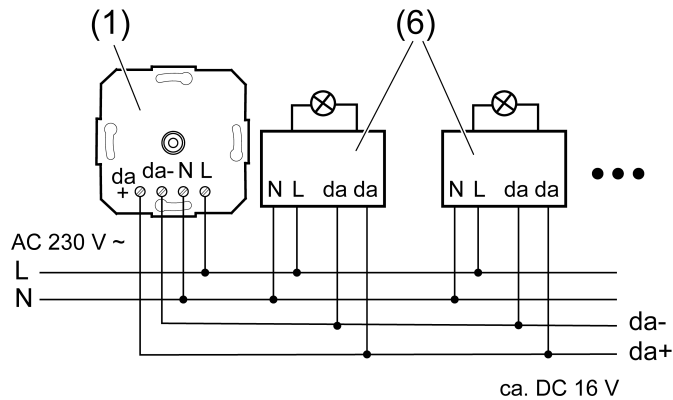
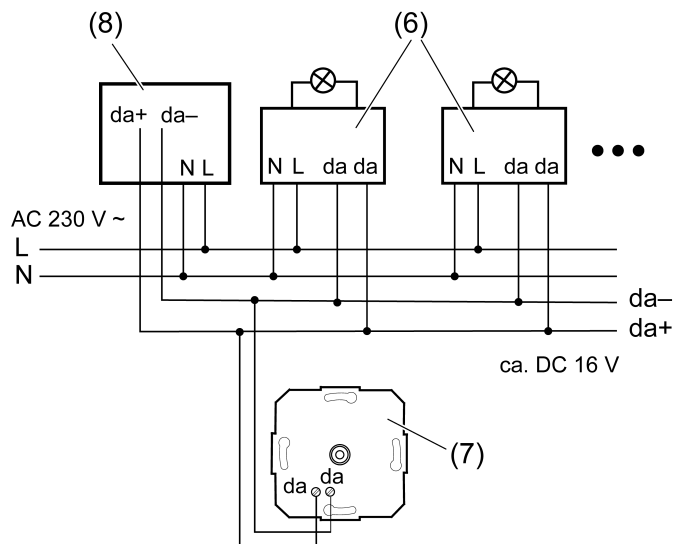
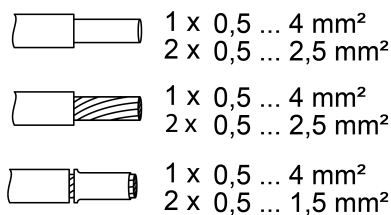

рисунок 1: Схема подключения поворотного блока управления DALI Power TW
рисунок 2: Схема подключения поворотного блока управления DALI TW
рисунок 3: Сечение провода под клемму
- Подключите поворотный блок управления DALI, блок электропитания DALI и DALI-EVG согласно примерам подключения (см. рисунок 1) и (см. рисунок 2). При этом необходимо соблюдать данные изготовителя EVG и сечение провода под клемму (см. рисунок 3).